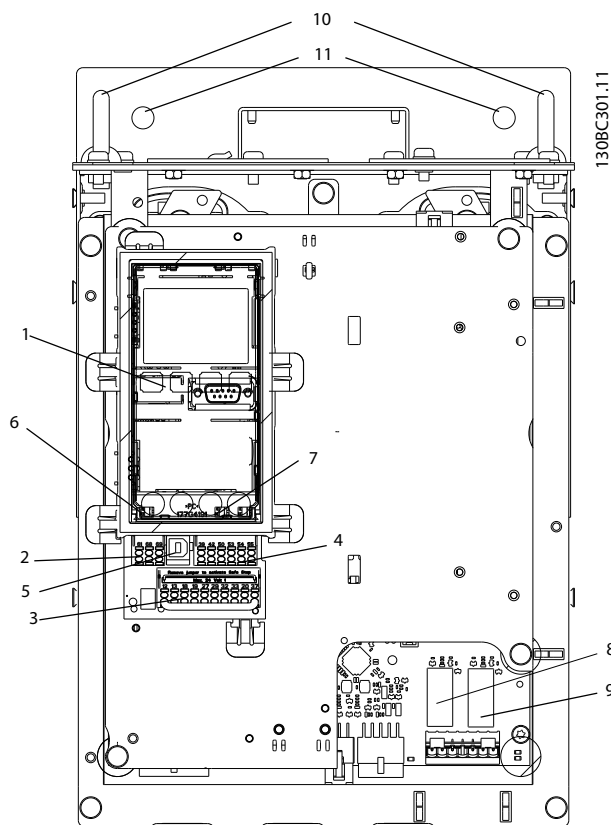

Ilustración 6.61 Ubicación de los conectores de relé, pos. 8 y 9.
- Retire todos los conectores de relé marcados como «RELÉ». Consulte Ilustración 6.61.